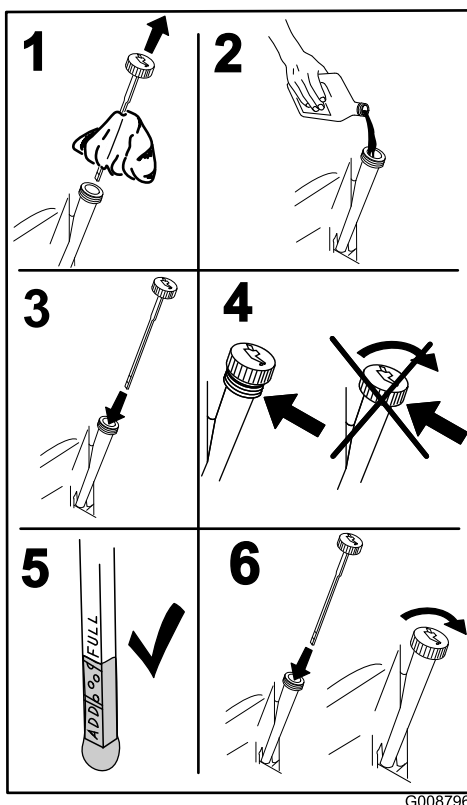

Bild 38
4. Nehmen Sie den Peilstab heraus und wischen Sie ihn mit einem sauberen Lappen ab (Bild 38).